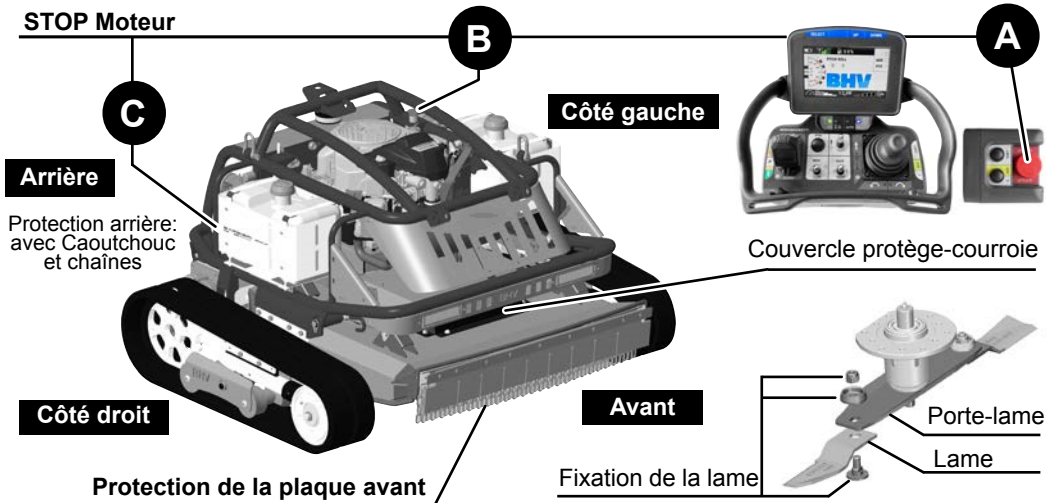

Fig. 5
Les termes « AVANT » - « ARRIÈRE » - « DROITE » - « GAUCHE » utilisés dans ce manuel et dans le catalogue des pièces détachées se réfèrent à la machine comme indiqué sur la Fig.5.
- 1- Bouton d'arrêt du moteur (B) (Fig. 5)
- 2- Bouton d'arrêt moteur sur la télécommande (A) (Fig. 5).
- 3- Arrêt moteur sur le bloc de clés (C) (fig 5)